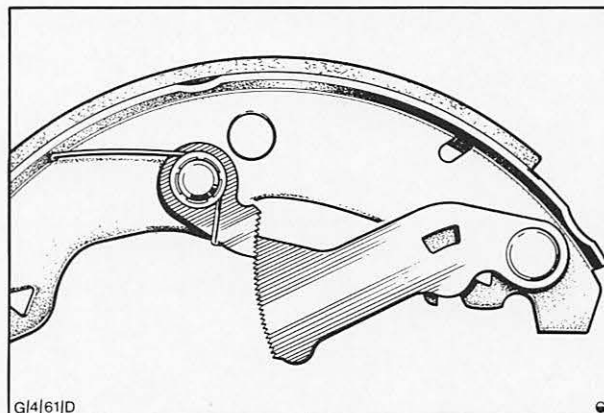

Abb. 43 Eingriff der Zahnsegmente – Rastenhebel und Nachstellraste (vordere Bremsbacke)
- c) Rastenhebel und Nachstellraste miteinander so in Eingriff bringen, daß die Zahnsegmente sich um etwa 4 bis 5 Zähne überlappen, wie in Abb. 43 gezeigt.